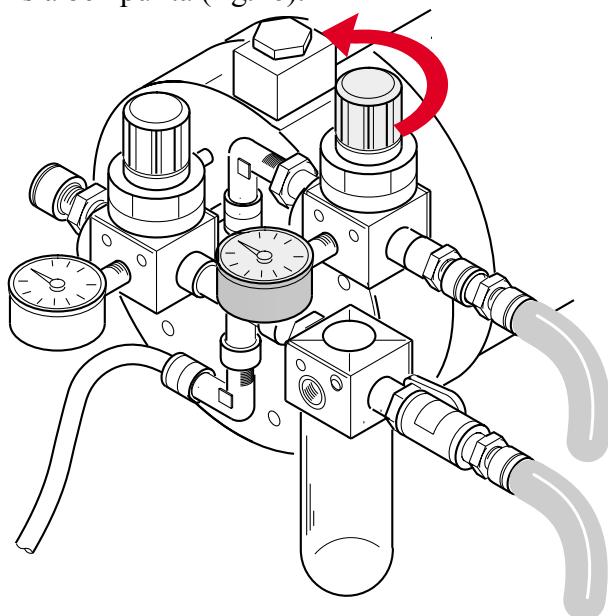

Fig.27
- 4) Ruotare in senso antiorario la ghiera del regolatore di pressione (aria pistola) fino a portare a "0" la pressione (fig.27).